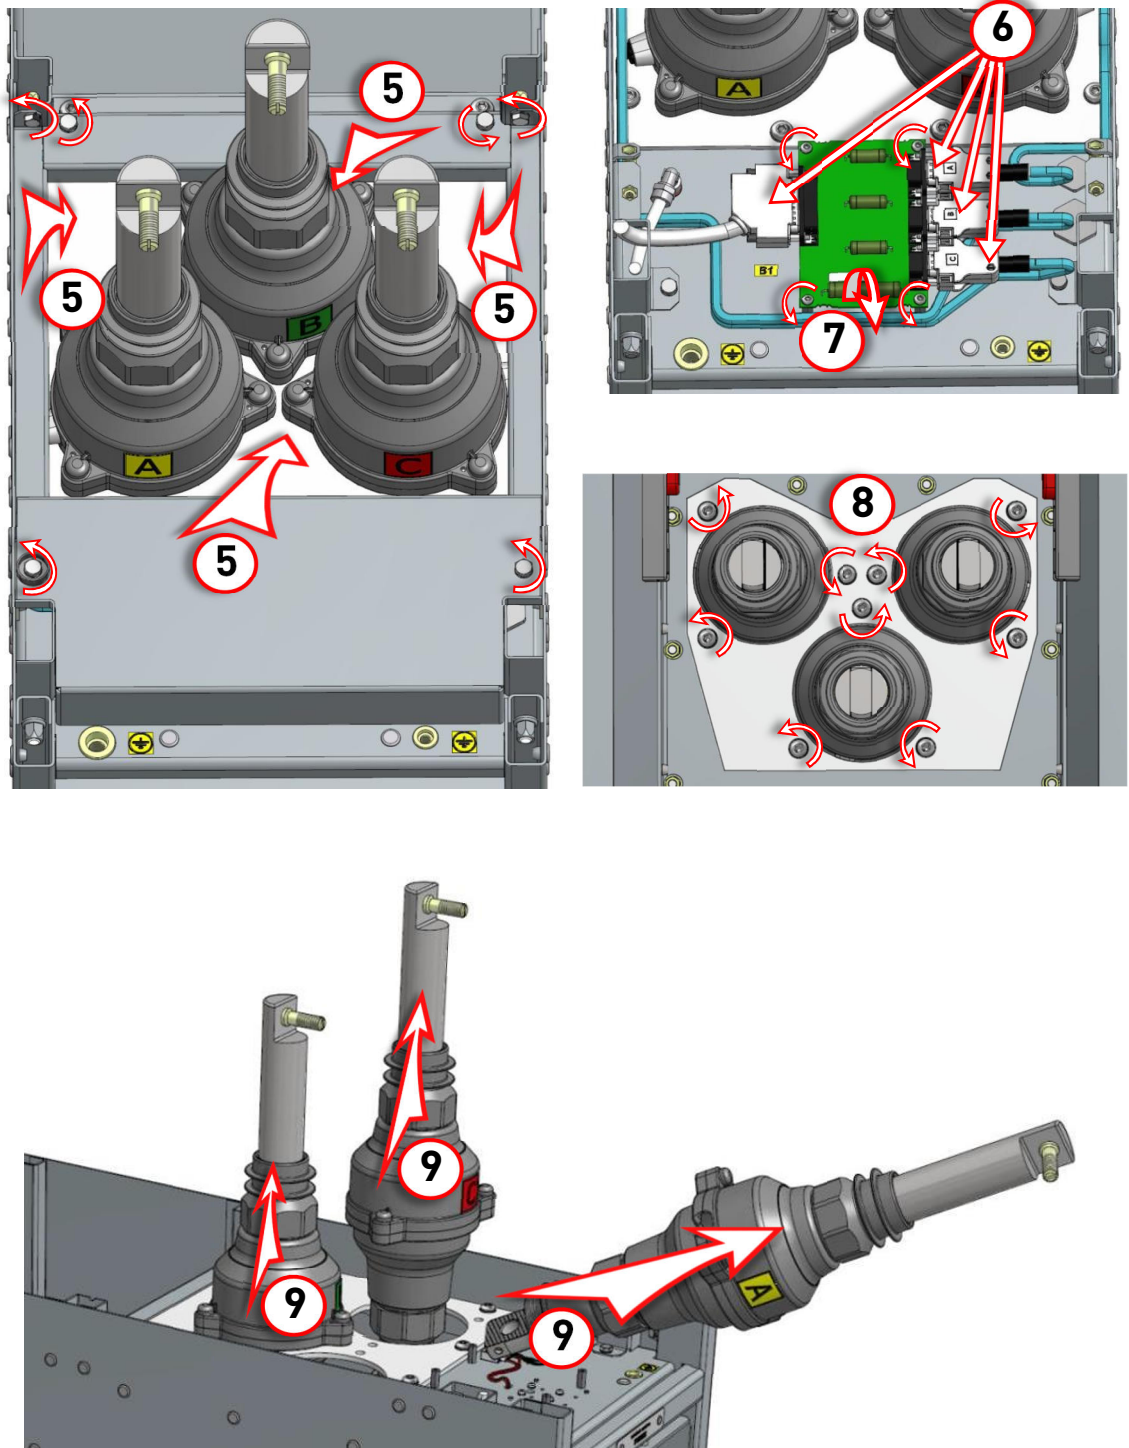

Рис.7.6. Демонтаж трехфазного комбинированного датчика тока и напряжения, часть 2
7. Демонтировать переднюю, две боковые и заднюю металлические крышки, закрывающие провода и жгуты на основании ОМВ, операция **5**, рис. **Рис.7.6** (верхняя часть шкафа до уровня КДТН условно не показана).
8. Отсоединить от интерфейсного модуля все жгуты, операция **6**, рис. **Рис.7.6**.
9. Выкрутить винты крепления интерфейсного модуля и снять его, операция **7**, рис. **Рис.7.6**.
10. Со стороны кабельного отсека, открутить 9-ть винтов крепления КДТН, операция **8**, рис. **Рис.7.6** (вид со стороны кабельного отсека).
11. Поочередно, начиная с фазы А или С, извлечь КДТН из отсека модуля высоковольтного, операция **9**, рис. **Рис.7.6** (вторичные цепи КДТН условно не показаны).